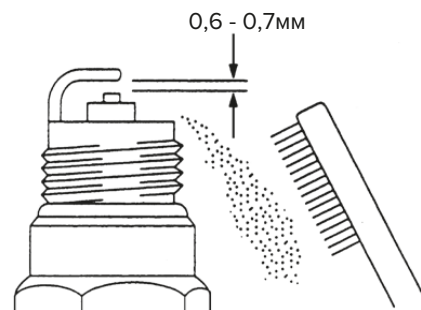

Рис. 16
4. Установите зазор между электродами на 0,6 ~ 0,7 мм (рис. 16).